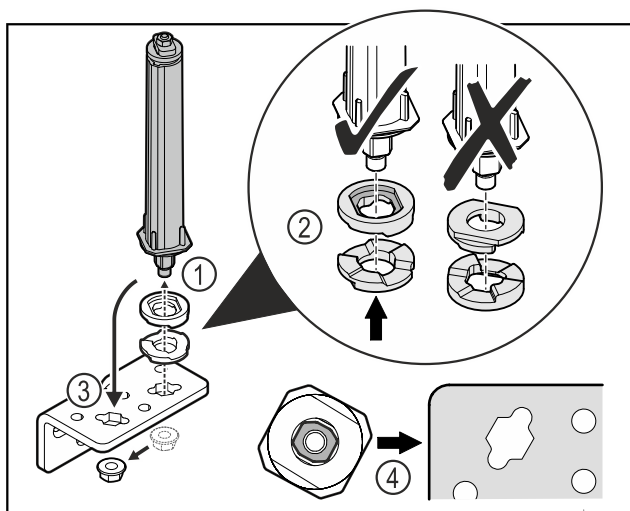

Fig. 52
- 松开螺母，并移除关门系统 Fig. 52 (1)。
- 确保高度调整垫片正确对齐 Fig. 52 (2)。
- 调换合页角铁中的关门系统并用螺母固定 Fig. 52 (3)。
- 装入时，确保关门系统正确对齐 Fig. 52 (4)。